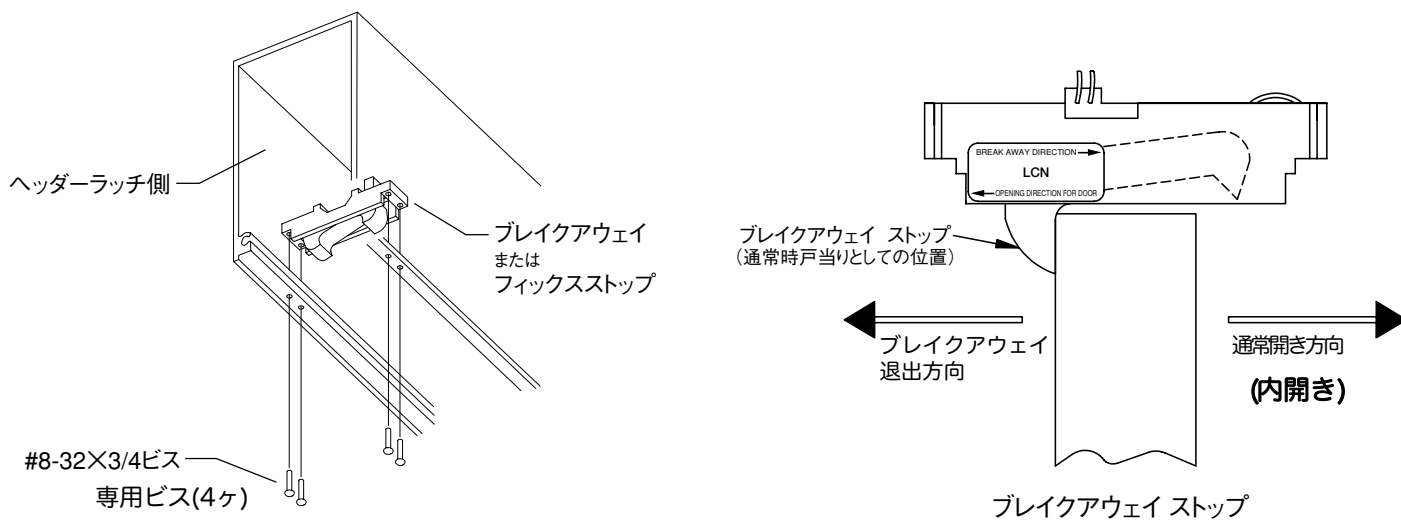

図7-2
- 7.2 フィックス ストップ (戸当り) に付属のビス#8-32×3/4 または M5ビスを使用して、ヘッダー下側（内部側）のラッチ側端部より約55～60mmのところに、ブレイクアウェイ または フィックスストップを取り付けて下さい。（図7-2）